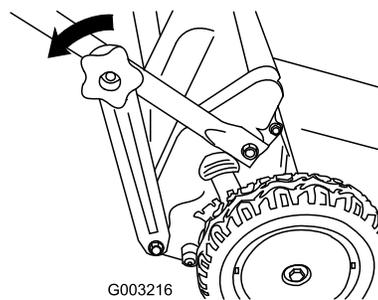

Figura 35
- Retire los pomos del manillar inferior (Figura 35).
- Desenganche los soportes del manillar inferior del extremo inferior de ambos lados del manillar (Figura 35).